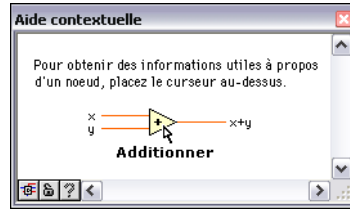

Figure 2-2. Fenêtre d'Aide contextuelle
1. Sélectionnez **Aide»Afficher l'aide contextuelle** sur la fenêtre de la face-avant ou du diagramme pour afficher la fenêtre d'**Aide contextuelle**, illustrée dans la figure 2-2. Vous pouvez aussi cliquer sur le bouton **Afficher la fenêtre d'aide contextuelle**, représenté à gauche, situé sur la barre d'outils de la face-avant ou du diagramme pour afficher la fenêtre d'**Aide contextuelle**.